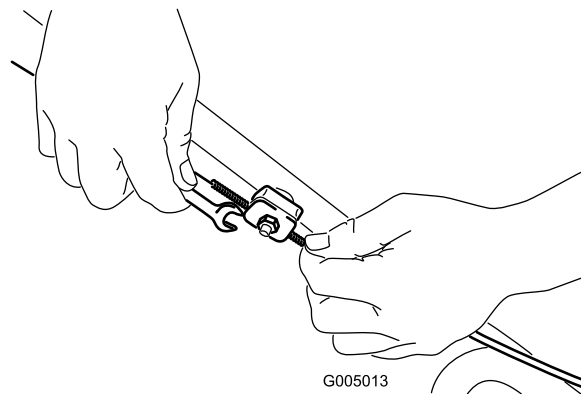

Figure 22
1. Desserrez l'écrou du support de guidage du câble (Figure 22).